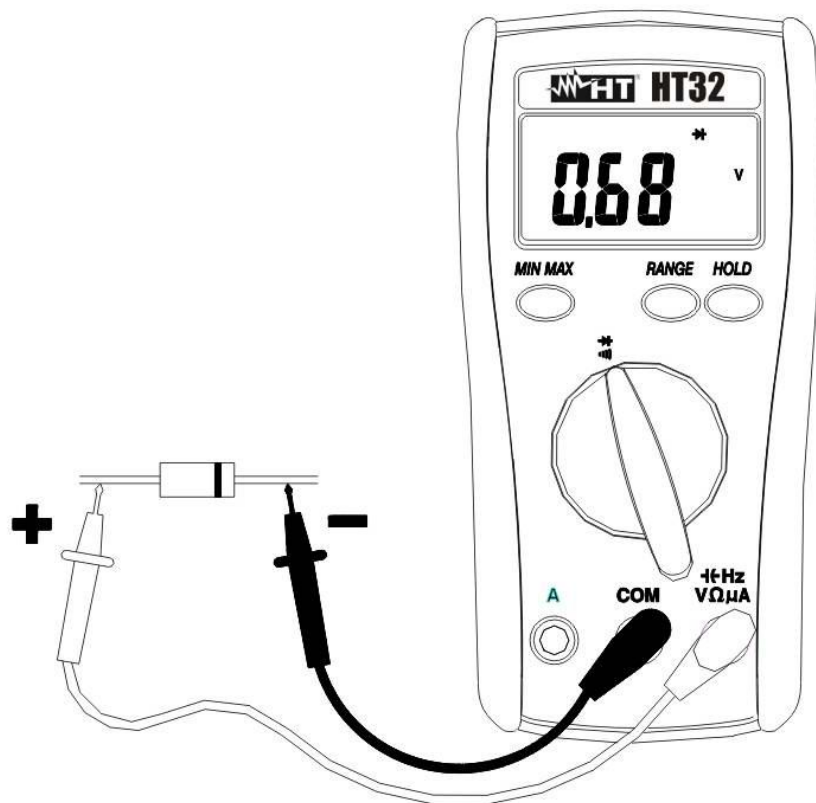

Fig. 8: Prova Diodi e Test Continuità
2. Inserire il cavo rosso nel terminale di ingresso $\rightarrow$ HzVΩμA e il cavo nero nel terminale di ingresso **COM** (vedere la Fig. 8).